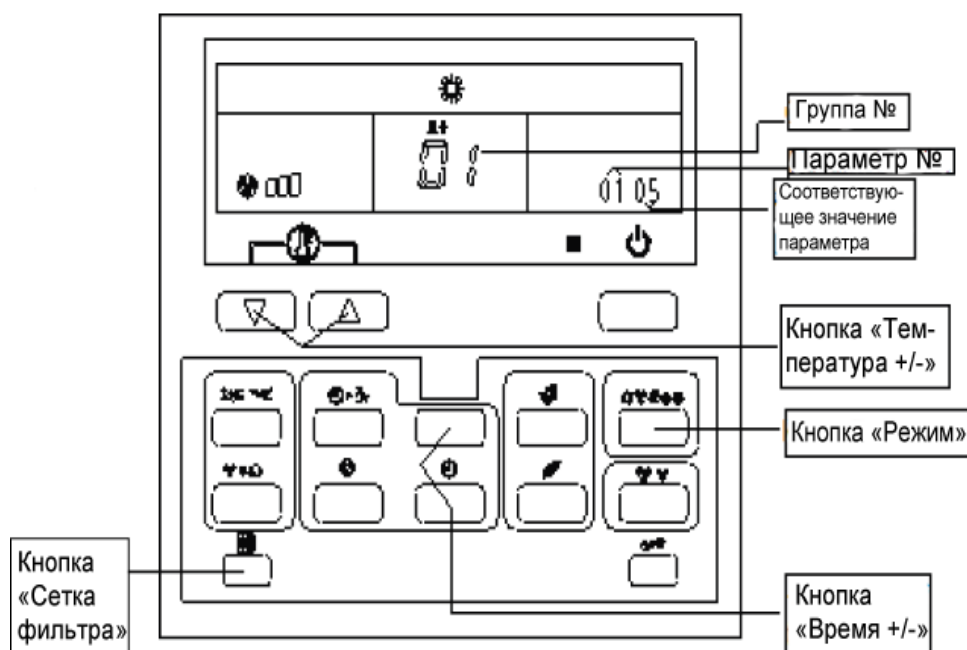

Рис.5.6
- ◇ Нажмите и удерживайте кнопку ФИЛЬТР (рис.5.6) в течение 5 сек. На жк-дисплее в зоне индикации температуры появится номер группы «01» проводного контроллера, а в зоне настройки времени появится индикация «0101»
- ◇ Затем нажмите один раз кнопку РЕЖИМ (рис.5.6), значение параметра начнет мигать.